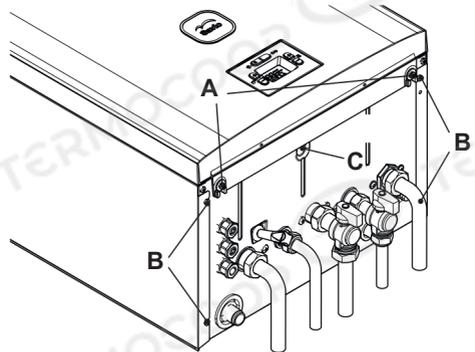
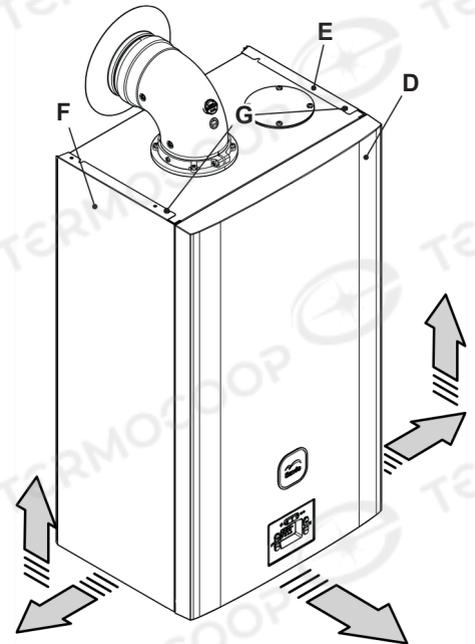

Figura 9.1
Figura 9.2
superiori (Figura 9.1 e Figura 9.2).
Allentare la viti **BG** in Figura 9.1 e Figura 9.2 quindi togliere i due pannelli laterali **E** e **F** tirandoli verso l'esterno e in avanti in modo da liberarli dalle sedi posteriori.
• Svitare la vite **C** in (Figura 9.1).